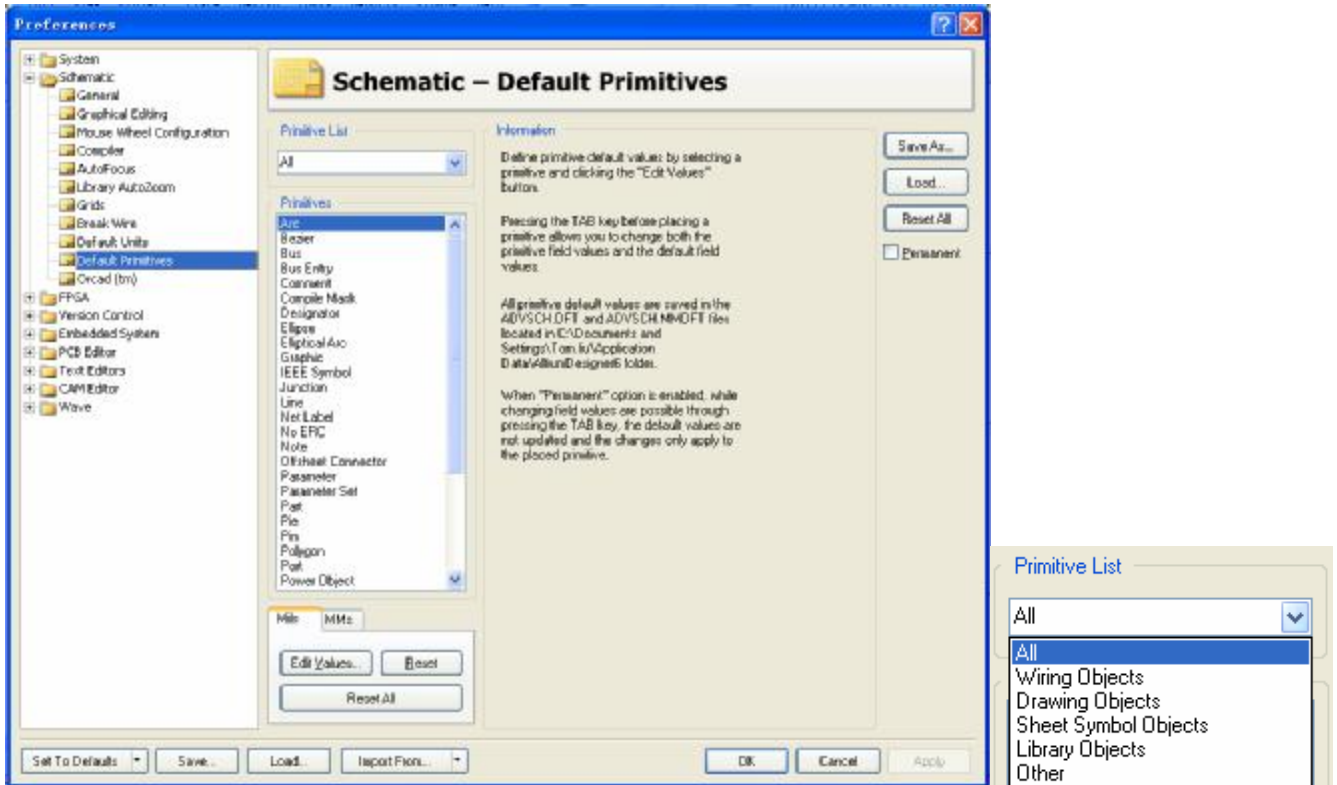

图 2-29 Default Primitives 选项卡 图 2-30 Primitive List 下拉列表
- Double Click Runs Inspector：选定该复选项，当在原理图上双击一个对象组件时，弹出不是 Component Properties（组件属性）对话框，而是如图 2-29 所示 Inspector 对话框。建议读者不选定该选项。
在 Preferences （系统参数设置）对话框中，单击 Default Primitives 标签，将弹出 Default Primitives 选项卡，如图 2-29 所示。